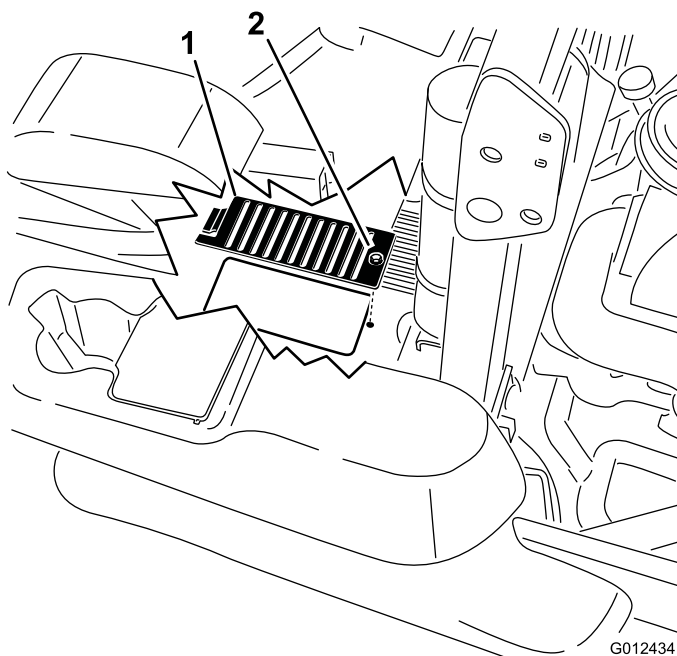

Figura 75
6. Togliete il coperchietto e il relativo bullone sopra ogni asta di livello. Pulite l'area attorno a ogni asta di livello e all'unità idraulica (Figura 75).